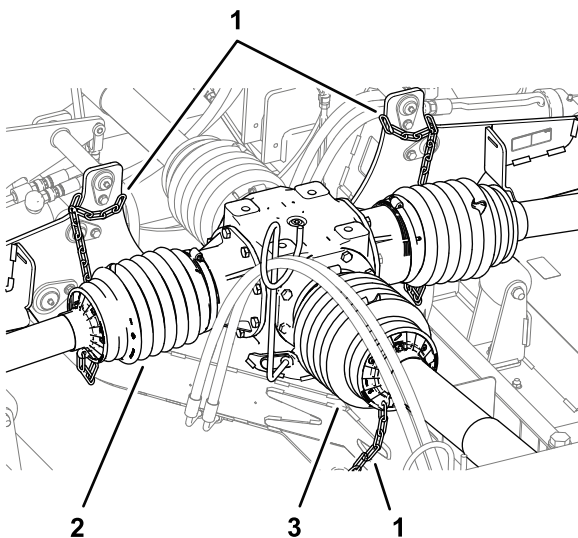
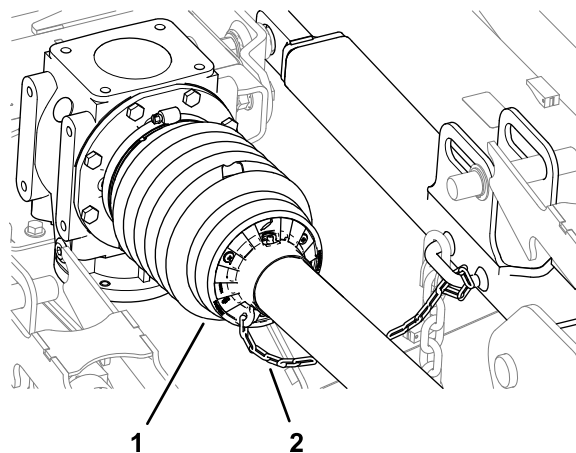

Figura 14
Figura 15
6. Verifique se a corrente de retenção está ligada ao resguardo do eixo da tomada de força traseiro, aos resguardos do eixo de transmissão e à estrutura do cortador (Figura 14 e Figura 15).